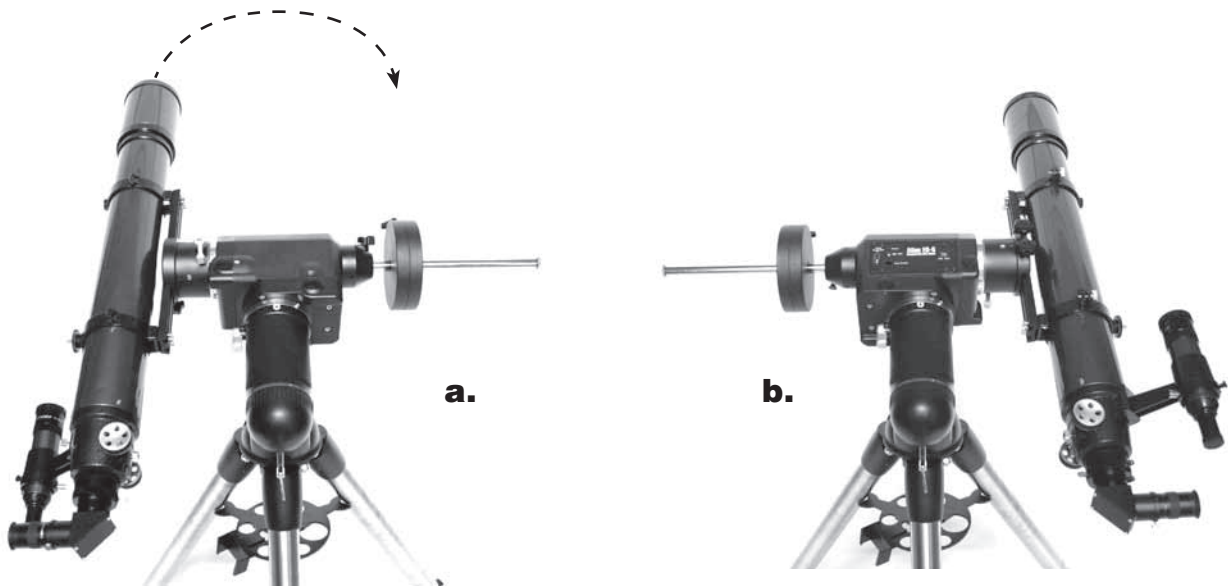

Figure 12. Tournez le télescope de 180° autour de l'axe d'ascension droite.
9. Desserrez le bouton de blocage de l'ascension droite et pivotez délicatement le télescope de 180° autour de l'axe ascension droite (**figure 12**). Cela devrait être fait le plus précisément possible, en se référant au cercle gradué du mécanisme d'ascension droite.